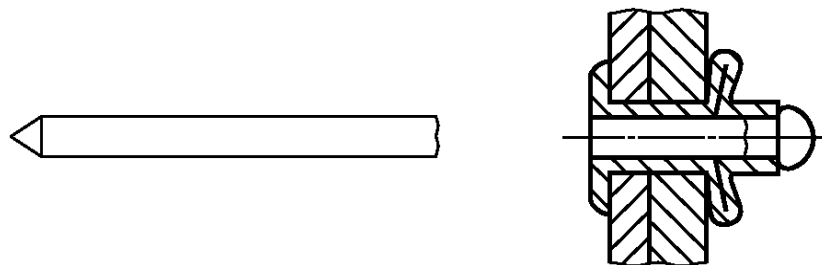

Рисунок 16 — Разрезной стержень
2.3.5 **разрезной стержень** (slotted shank): Корпус заклепки, имеющий продольные разрезы в средней части стержня заклепки между головкой и концом заклепки (рисунок 16).